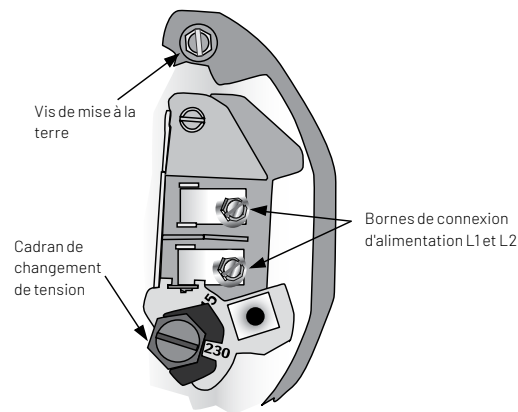

Figure 9 : Tension réglée sur un courant de 230 volts. Sélecteur rotatif
- Reportez-vous à la figure 9 pour la configuration du câblage.
- Connectez les conducteurs porteurs de courant aux bornes L1 et L2. Lors du remplacement du moteur, vérifiez le diagramme de câblage sur la plaque signalétique du moteur. Pour les moteurs triphasés ou les moteurs dont le diagramme de câblage ne correspond pas à la figure 9, suivre le diagramme sur le moteur.